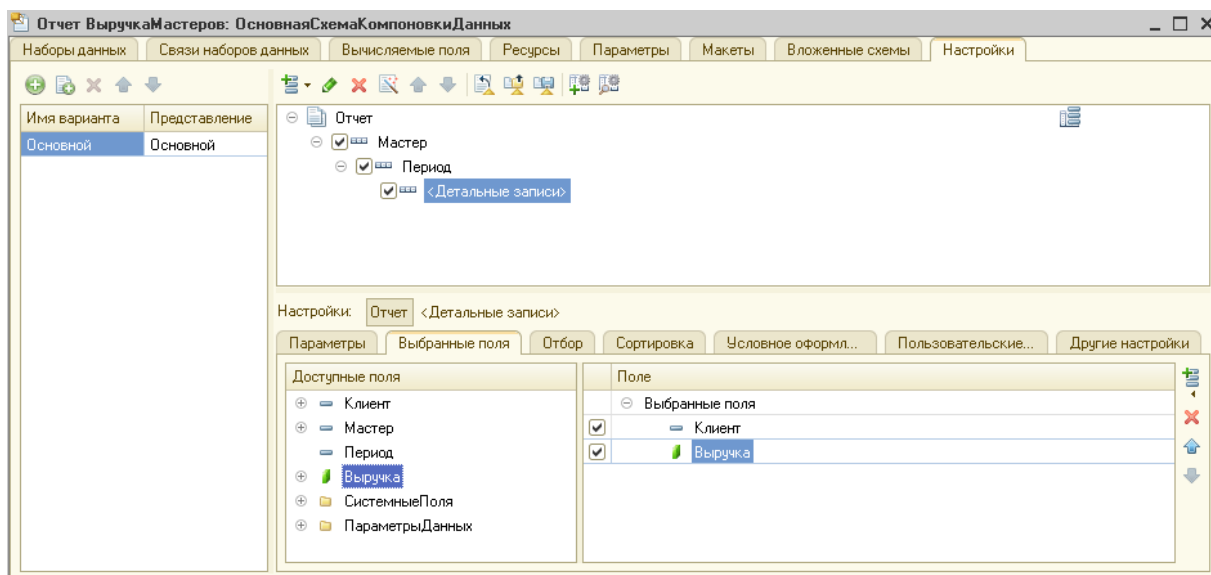

Рисунок 87 Группировки отчета
15. Добавьте еще одну группировку с настройками по умолчанию (рис. 87).
16. На вкладке **Выбранные поля** – Клиент и Выручка (рис. 87).